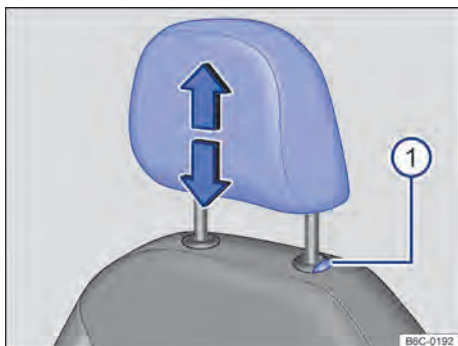

Fig. 68 Apoio para cabeça dianteiro: desinstalar.
- Retirar o apoio para cabeça com o botão → Fig. 68 ❶ pressionado.
- Empurrar o apoio para cabeça totalmente para baixo com o botão → Fig. 68 ① pressionado.